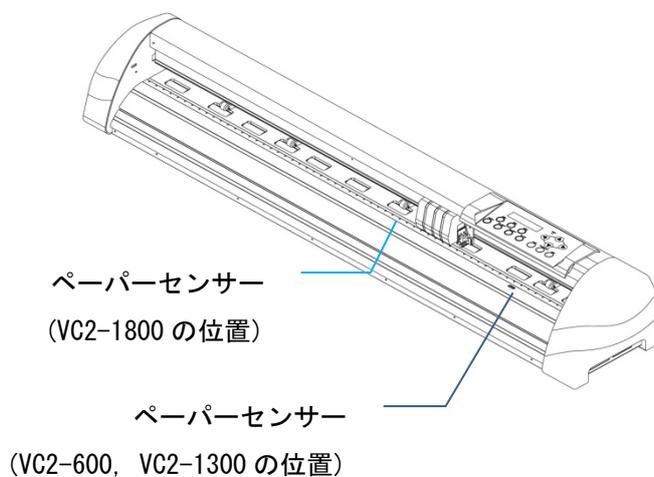

図 4-2
**注意:** メディアセット時は、必ずメディアがプラテン上のペーパーセンサーを覆うようにしてください。(ペーパーセンサーの位置は機種により異なります。図 4-2) ペーパーセンサーは前後に付いているので、少なくとも二つのペーパーセンサーのうちの 하나가覆われていなければなりません。メディアがセンサーを覆うと、カッティングプロッタはメディアの幅及び長さが可能となります。